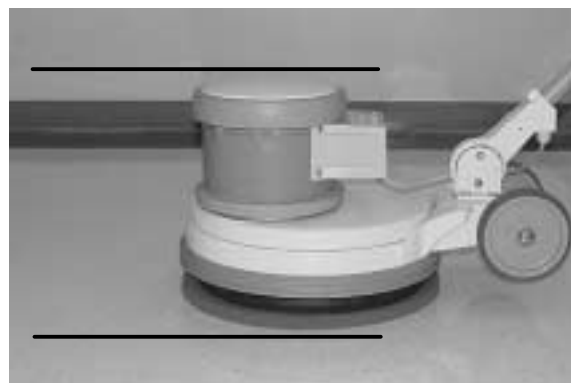

FIG. 11
4. Avant de démarrer la machine, maintenez la poignée de telle sorte que la base de la machine soit parallèle au sol (Figure 11). Cela permettra de réduire les secousses abruptes au moment du démarrage de la machine.